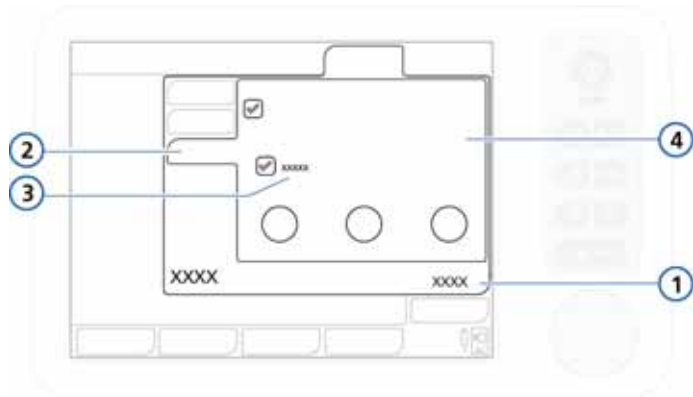

Рисунок 4-7. Окно «Апноэ», кнопка «Автоматически»
4. Если применимо, откройте окно «Управление» -> «Апное» (рис. 4-7). Выберите или отмените выбор для параметра «Backup».
После перехода в другой режим автоматически открывается окно «**Базовый**», в котором отображаются название нового режима и настройки параметров (рис. 4-7). Просмотрите и подтвердите предлагаемые параметры. Без подтверждения переход в другой режим не будет выполнен.
3. Если применимо, откройте окно «Управление» -> «Апноэ» (рис. 4-7).